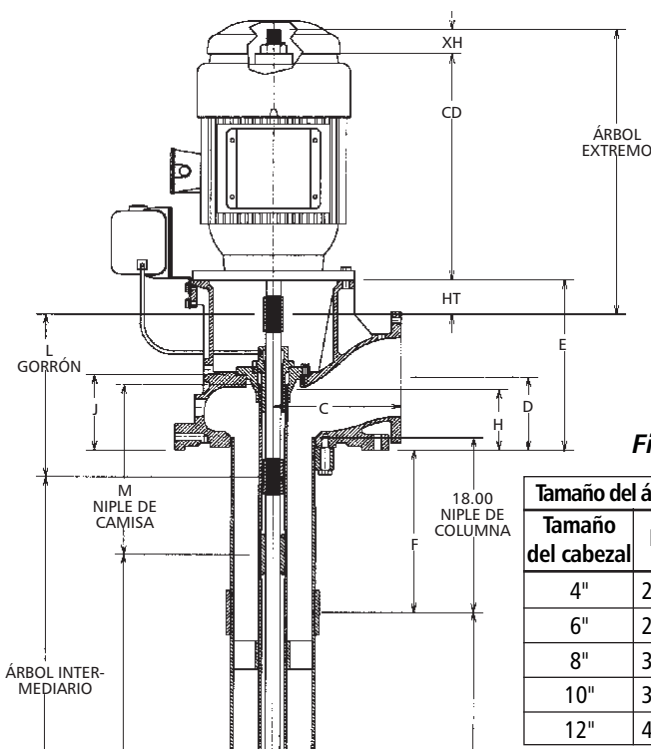

Figura 7
- Para columna bridada, verifique que la brida de la columna (637) esté firmemente asegurada a la parte inferior del cabezal de descarga. Revise y apriete los tornillos de capuchón (o prisionero de cabeza hueca) en forma gradual en pares diametralmente opuestos.
- Si la bomba tiene un niple de ajuste de columna (631), para árbol intermediario abierto atornille el cabezal de descarga al niple de la columna hasta que el extremo del gorrón esté "HT" bajo la superficie de la brida de montaje del accionamiento del cabezal de descarga. (Vea los detalles en la Figura 7) Para árbol intermediario cerrado, atornille el cabezal de descarga al niple de la columna hasta que se cumpla con la dimensión "F" (Vea la Figura 7). Apriete al anillo de bloqueo (639).
Para ajustes inferiores a 100 pies, apriete a la posición de bloqueo más cercana. Revise la dimensión "HT" (Vea la Figura 7), asegúrese de que esté correcta.